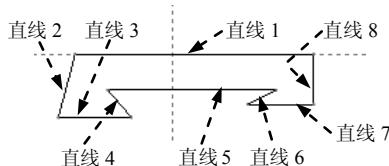

图 5.2.21 草绘截面的初步图形
- 选择下拉菜单 草绘(S) → 线(L) → 线(L) 命令，绘制图 5.2.21 所示的 8 条线段（绘制时不要太在意图中线段的大小和位置，只要大概的形状与图 5.2.21 相似就可以）。